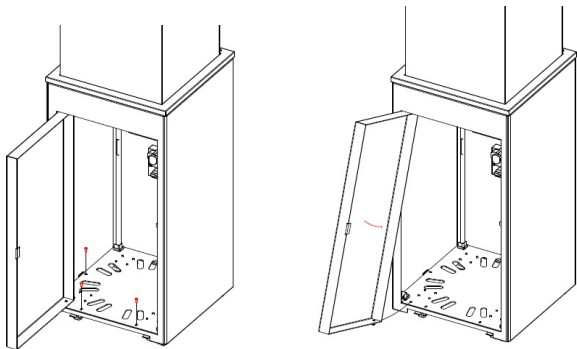

Abb. 7 Dekorative Ausführungen aus Weiß- und Schwarzglas
- Entfernen Sie das Glas gemäß den Anweisungen auf Seite 18, ordnen Sie die Zierelemente gemäß der Grafik (Abb. 7) gleichmäßig auf dem Brenner an und setzen Sie sie anschliessend wieder ein.